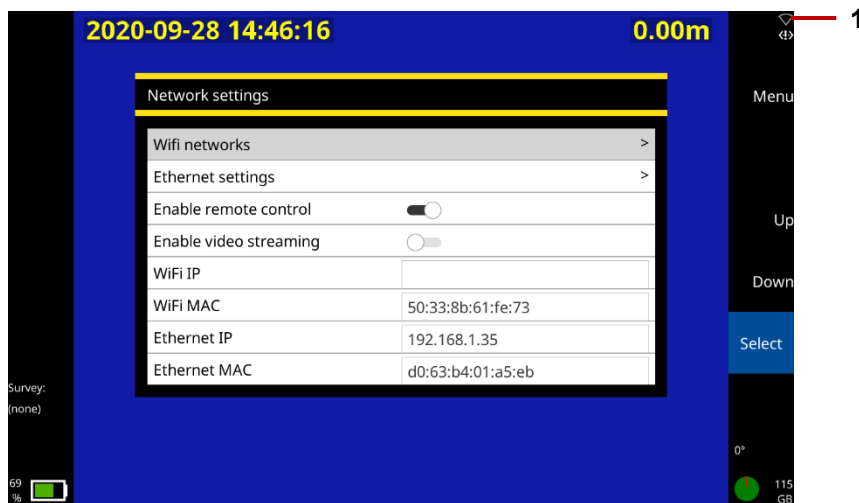

Imagen 8-1: Pantalla de Ajustes de red mostrando el Control remoto habilitado. 1 el icono de Ethernet que significa una buena conexión.
10. Confirme que el icono Ethernet del controlador en la esquina superior derecha de la pantalla muestra que la conexión está habilitada como se muestra en la Imagen 8-1.
6. Confirme que el icono Ethernet del controlador en la esquina superior derecha de la pantalla muestra que la conexión está habilitada como se muestra en la Imagen 8-1.